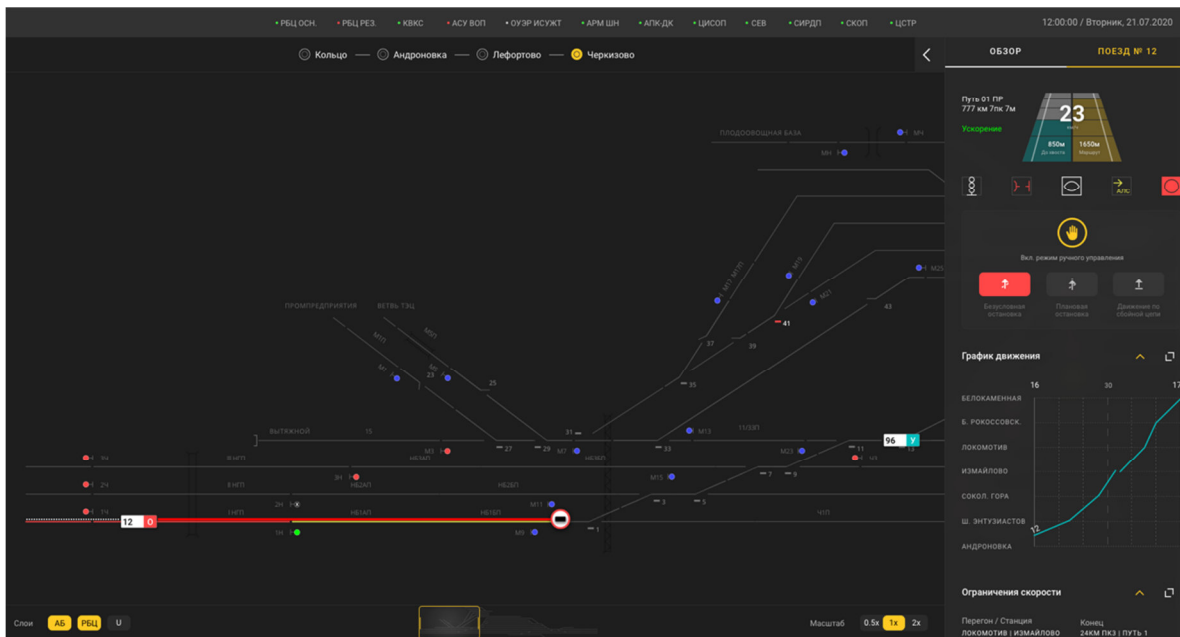

Рисунок 4.10 Активирован режим безусловной остановки
4. Цвет кнопки, активированной команды изменится на красный, цвет пиктограммы поездов и их маршруты на схем-плане изменятся на красный (рис. 4.10)
4. Цвет кнопки, активированной команды изменится на красный, цвет пиктограммы поезда и его маршрут на схем-плане изменится на красный (рис. 4.10)